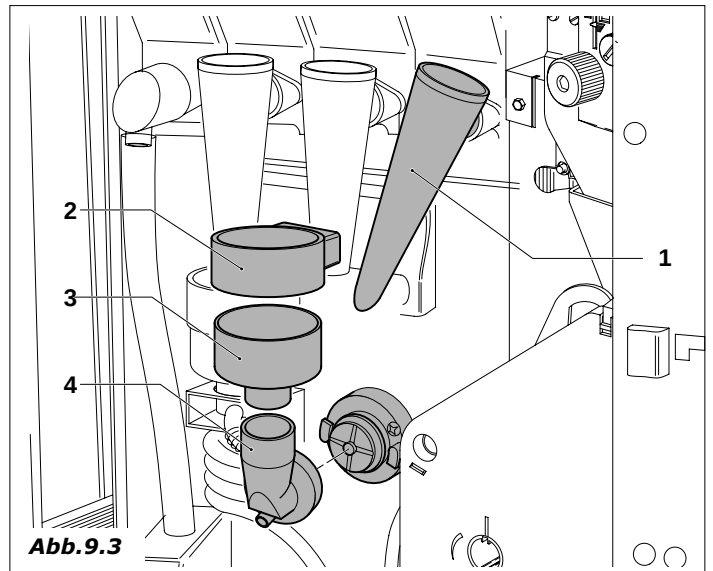

Abb. 9.3
- Zuführschnecken und Produktrutsche (Abb. 9.3 - 1)
- Wassertrichter (2), Mixerkammer (3) und Mixerschraube (4)